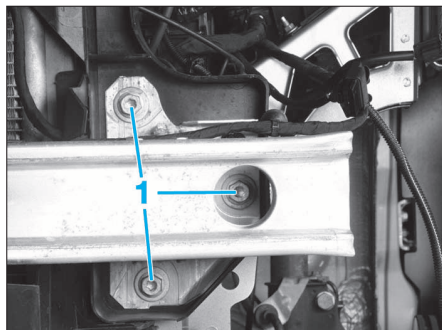

FIG. 13
- Déposer les vis de fixation latérales (1) (trois de chaque côté) (Fig.13) puis la traverse.